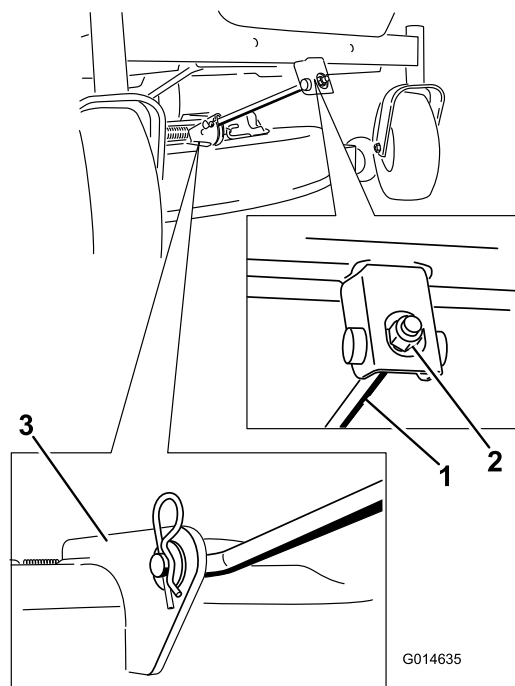

Figure 55
4. Retirez la goupille fendue de la tige de support avant et déposez la tige du support de plateau (Figure 55). Abaissez doucement l'avant du plateau de coupe au sol.
6. Fixez la tige de support avant au plateau de coupe à l'aide de l'axe de chape et de la goupille fendue (Figure 55).